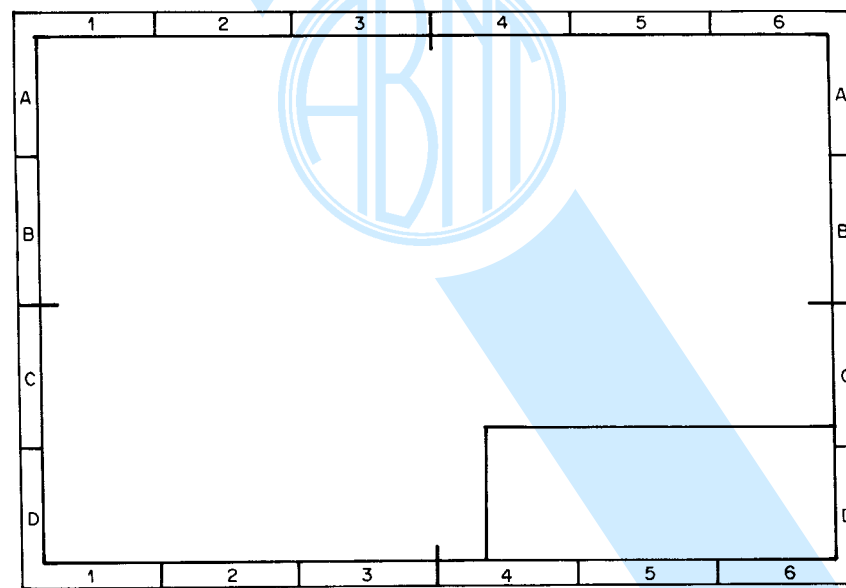

Figura 9 - Sistema de referência por malha
**3.6.2** Devem ser executadas com traço de 0,5 mm de largura no mínimo, começando do contorno interno da folha recortada e estendendo-se aproximadamente 0,5 mm, além do quadro. A tolerância da posição de  $\pm 0,5$  mm deve ser observada para as marcas (ver Figura 9).
**3.6.6** Os numerais devem iniciar no canto da folha oposto à legenda no sentido da esquerda para direita e devem ser repetidos no lado correspondente (ver Figura 9).